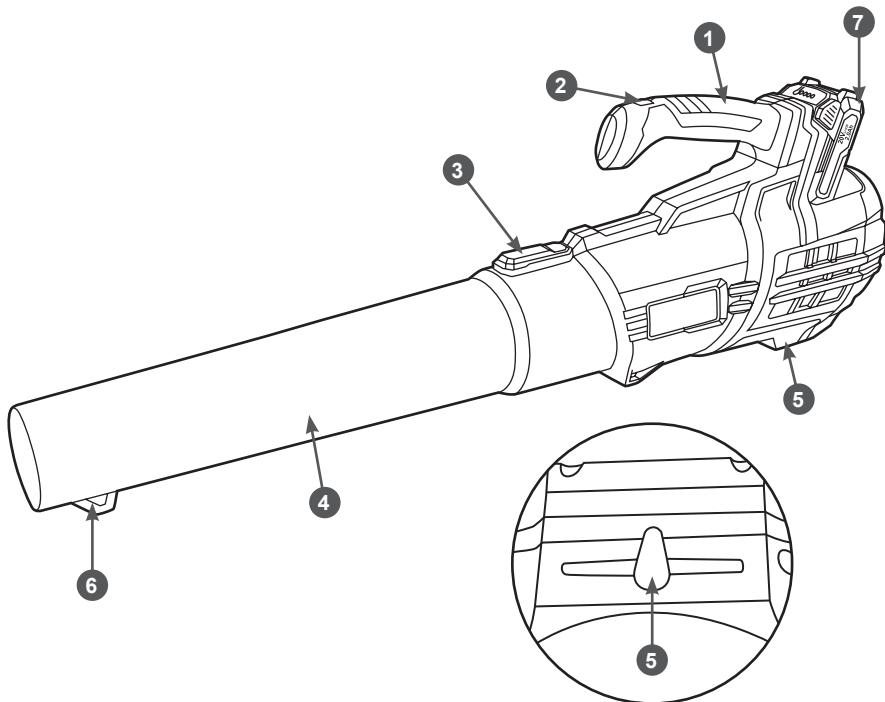
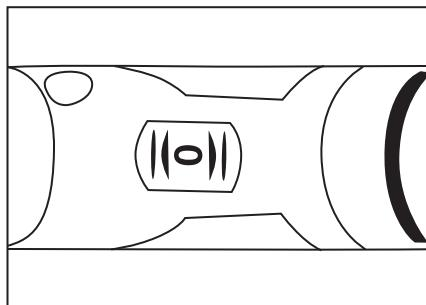

Рис. 1 Основные узлы и органы управления
Рис. 4 Выключение устройства
Основные узлы и органы управления воздуходувки показаны на Рис. 1.
Вставляйте и вынимайте аккумулятор, когда устройство выключено (переключатель режимов установлен в положение «0», см. Рис. 4).
5. Проверьте исправность переключателя режимов 2 (Рис. 1).
Чтобы включить воздуховодку, установите переключатель 4 режимов (Рис. 1) в положение 1 (2/3/4/max). Для выключения установите переключатель в положение «0» (Рис. 4).
2. Если скорость воздушного потока недостаточна, то переключателем режимов 4 (Рис. 1) выберите режим с более высокой скоростью.